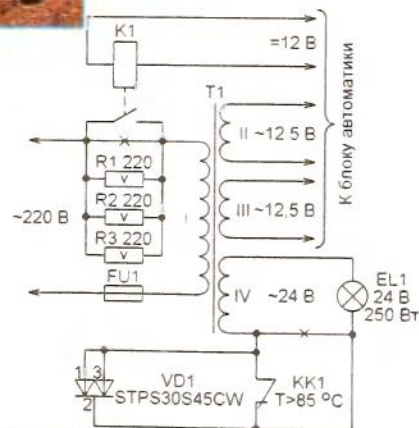

Рис. 3
Чтобы устранить некоторые недостатки, прибор был доработан по схеме, изображенной на рис. 3. В разрыв цепи галогенной лампы EL1 (12 на рис. 1) была включена сборка мощных диодов VD1 (8), а параллельно ей — термореле KK1 (11) — KSD301 с температурой срабатывания 85 °С. Такие реле применяются в электрочайниках, найти их можно в магазинах электротоваров. Диодная сборка указанного на схеме типа нашлась в компьютерном блоке питания.
Перегоревшую галогенную лампу на 24 В, 250 Вт можно заменить аналогичной, но широко распространенной на 12 В мощностью 100 Вт. Яркость изображения, конечно, снизится, но останется вполне достаточной. Питая эту лампу нужно через показанную на рис. 3 диодную сборку. Термореле в этом случае не требуется, поскольку лампа меньшей мощности и нагревается значительно меньше. Можно применить и галогенную лампу на 220 В, питая ее непосредственно от сети.